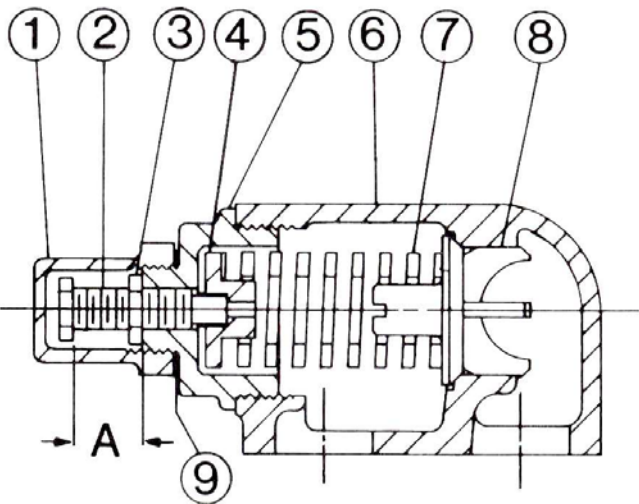
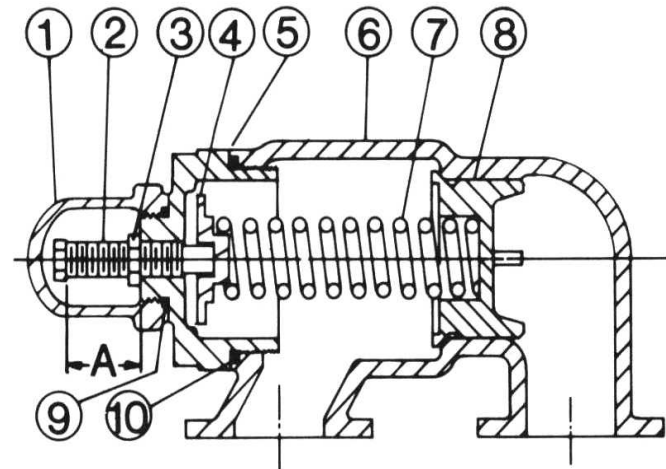

图 12
图 13
2. 测量并记录调节螺栓的延伸长度。参见图 12 和图 13 上的“A”。